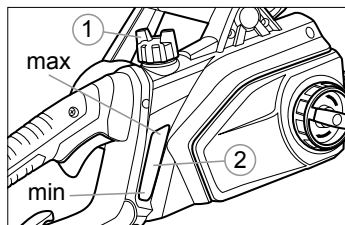

Рис. 8
2. Открутите крышку масляного бачка 1 (рис. 8) и залейте масло для цепных пил до отметки MAX на смотровом окне 2 (рис. 8).
3. Закрутите крышку масляного бачка 1 (рис. 8).